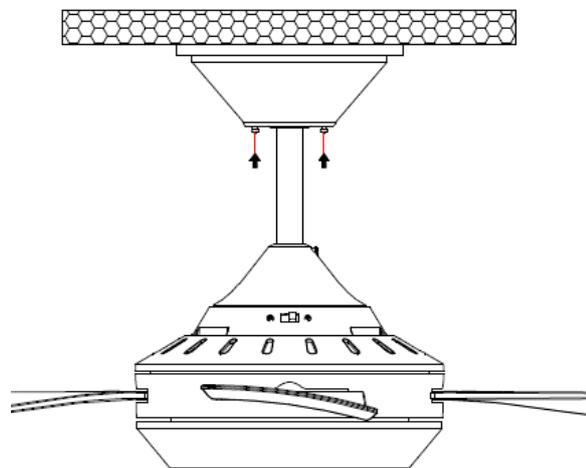

Fig. 9
- Cubra el soporte de montaje con el florón. Asegúrese de que todo el cableado eléctrico quede insertado dentro del florón y de que los cables no se dañen durante este paso. Fije el florón al soporte de techo utilizando los tornillos suministrados. (Fig. 9)